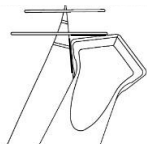

Figur 3
2. Drej justeringshjulet et hak mod uret (se Figur 3).